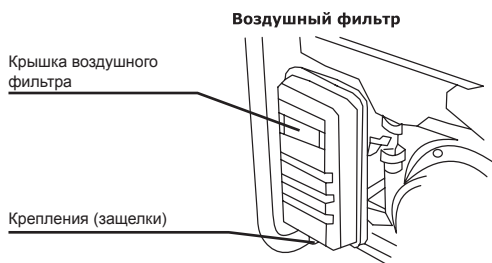

Рис. 15
- Откройте крышку фильтра (рис. 15).